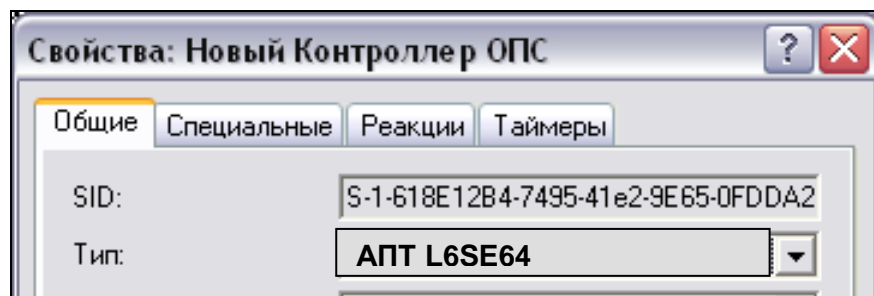

Рисунок 7
2. Настройте контроллер. Убедитесь, что указан верный тип: **АПТ L6SE64** (Рисунок 7).